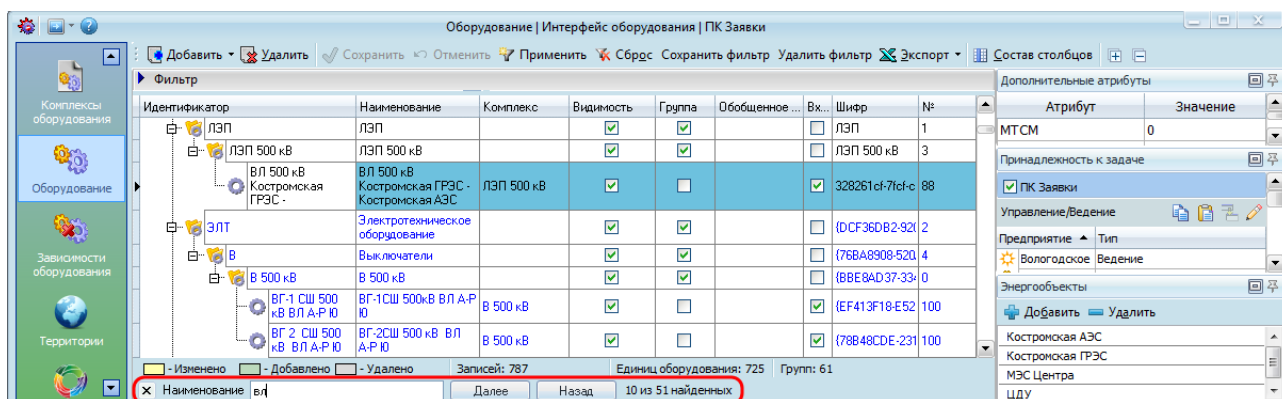

Рисунок 15.29 – Поиск оборудования по значению
- « **Поиск по значению**» – выбор данного пункта ведет к открытию дополнительной панели поиска в нижней части экрана, с помощью которой осуществляется поиск требуемой записи из имеющегося списка оборудования. (Рисунок 15.29).